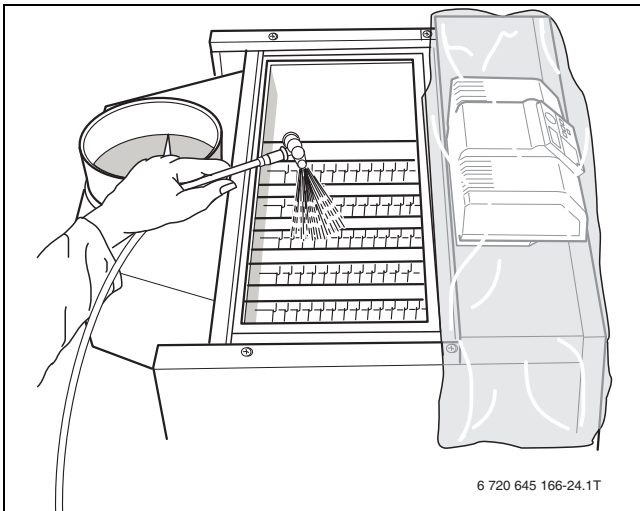

Рис. 61 Влажная чистка котла
- ▶ Равномерно распылите чистящее средство сверху в газоотводящих каналах (→ рис. 61).